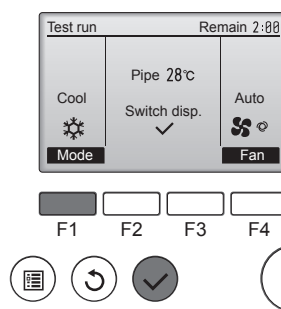

Fig. 7-3
- 1 Nacisnąć przycisk [F1], aby zmienić tryb pracy. (Fig. 7-3)